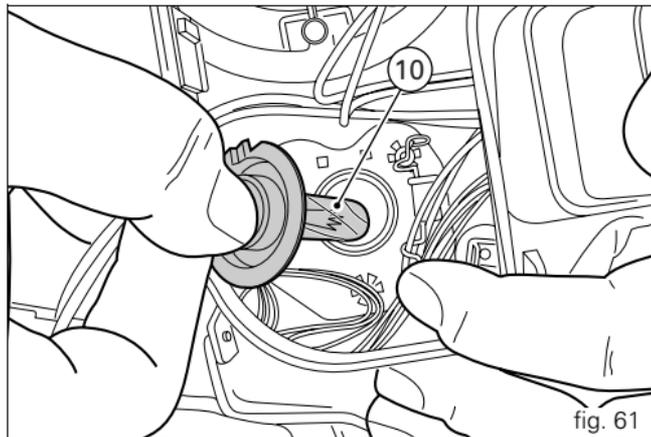

fig. 61
Enlever l'ampoule grillée (10) et la remplacer par une ampoule neuve, en veillant à ne pas toucher la partie transparente (fig. 61).